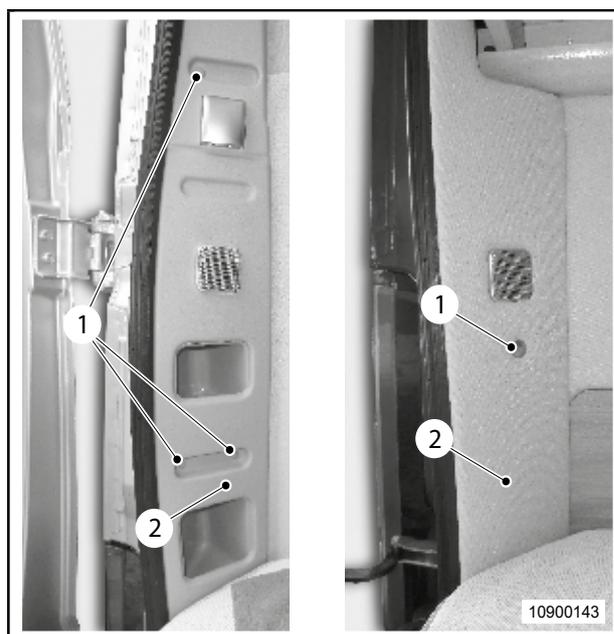

Abb. 46 Heckverkleidungen: links Kunststoff, rechts Stoff
3. Die Kappen (Abb. 46, Pos. 1) der Schrauben an der Kunststoff- oder Stoffverkleidung (Abb. 46, Pos. 2) (rechts oder links) im Heck entfernen.
4. Die Schrauben an den Verkleidungen (Abb. 46, Pos. 2) lösen und die Verkleidungen vorsichtig abnehmen. Die Kabellänge der Lautsprecher und Steckdosen beachten.